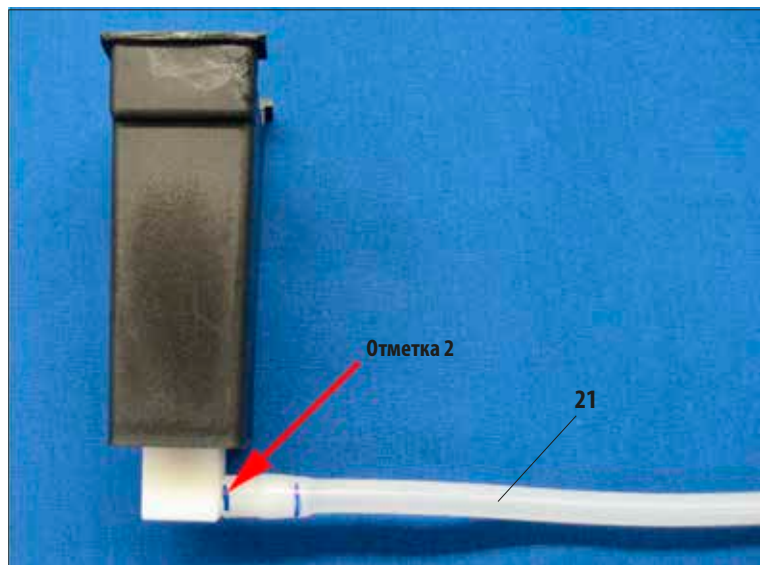

Рис. 26
- После этого поверните шланг (21) и полностью наденьте его на штуцер, так чтобы конец шланга прилегал к боковой поверхности штуцера (рис. 26).